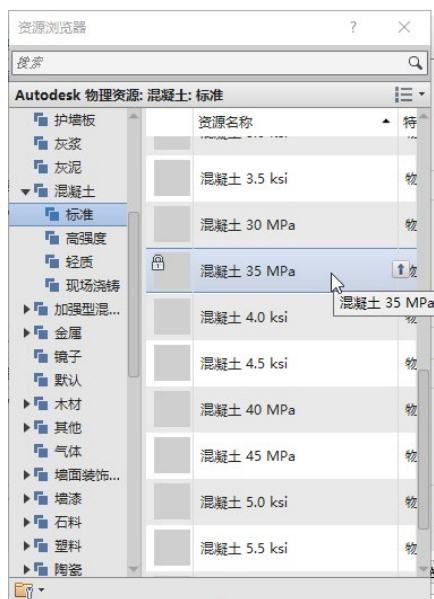
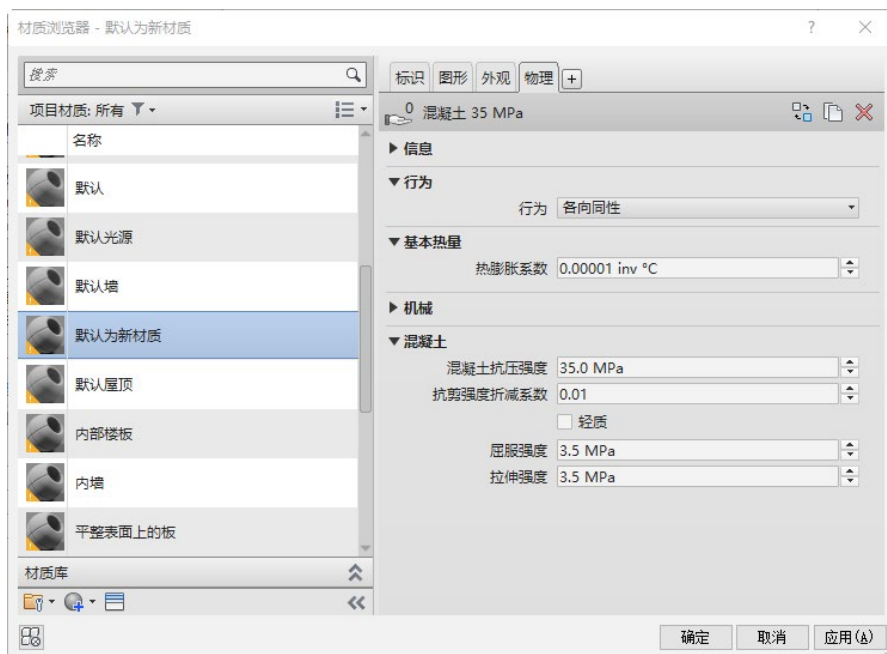

图 10-60 “资源浏览器”窗口
图 10-61 “物理”选项卡
12) 单击“添加”按钮，在下拉列表中选择“物理”选项，打开“资源浏览器”窗口，选择“Autodesk”→“混凝土”→“标准”→“混凝土 35MPa”选项，如图 10-60 所示，然后单击“将此资源添加到显示”按钮，添加“物理”选项卡并显示混凝土 35 MPa 的物理信息，如图 10-61 所示。